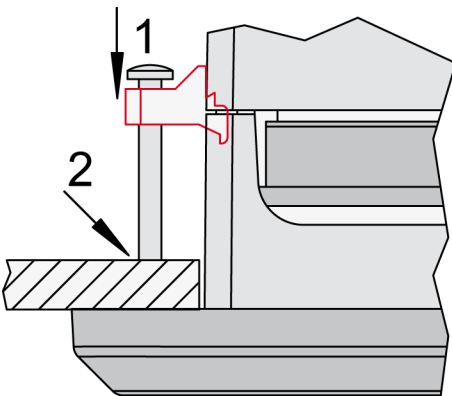

Abb. 33: Klemmschrauben anziehen
6. ➔ Ziehen Sie die Klemmschrauben (Abb. 33/1) so weit an, bis die Steuerung fest an der Schalttafel sitzt (Abb. 33/2). Wenn Sie diese Schrauben zu fest anziehen, können die Einsätze oder das Gehäuse brechen. Überschreiten Sie nicht das empfohlene Anzugsmoment von 0,1 Nm.